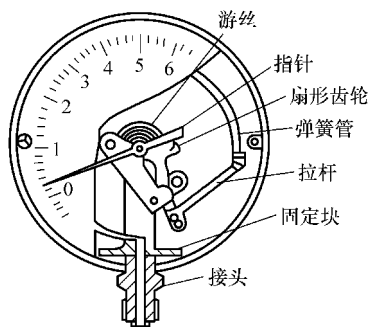

图 7-32 低压表和高压表指针工作原理
1) 低压表和高压表指针工作原理。如图 7-32 所示，当一定压力的制冷剂从接头进入弹簧管时，由于弹簧管内、外压力差的作用，使弹簧管膨胀变形，并通过拉杆使扇形齿轮旋转一定角度，从而带动小齿轮和指针也旋转一定角度，指针所指的读数即所测的压力。当空调系统内压力低于大气压时，弹簧管收缩变形，指针所指的读数即真空度。